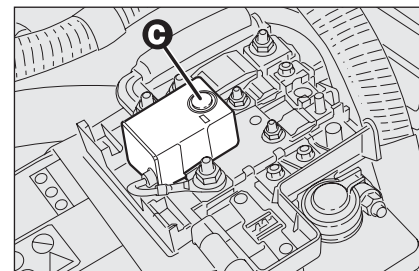

fig. 51
- ☐ premere il pulsante **C-fig. 51** per riattivare l'interruttore alimentazione elettrica